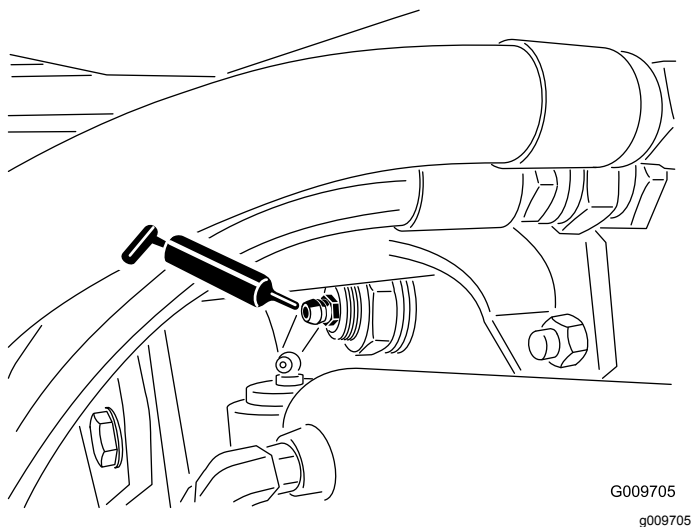

Рисунок 42
- Втулки шарниров задней оси (2 шт.) (Рисунок 42)